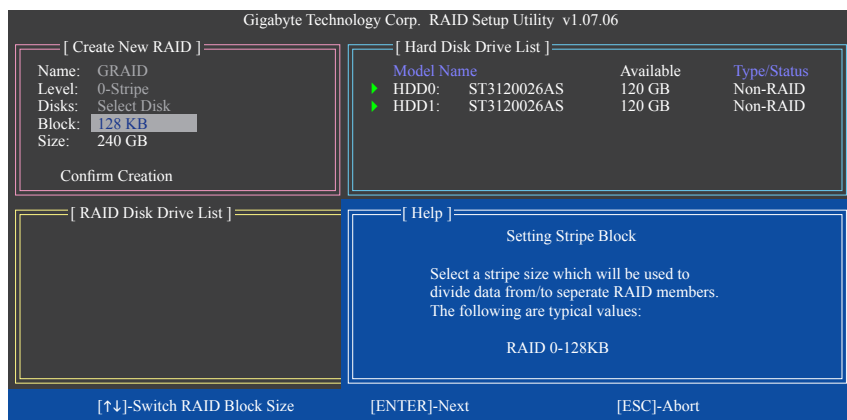

図 6
4. **Set Block Size (RAID 0 only): Block** 項目の下で、上または下矢印キーを使用してストライプブロックサイズを 4 KB~128 KB の範囲で選択します (図 6)。<Enter> を押します。